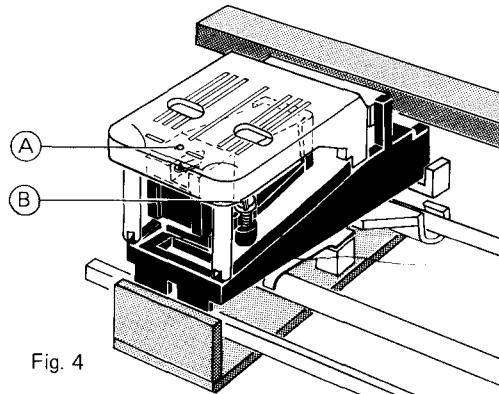

Fig. 4
- Einstellehre auf Tonarm aufstecken (Fig. 4)
- Tonabnehmer so justieren, dass die Nadelspitze genau im Zentrum des kleinen Loches (A) auf der Einstellehre erscheint und der Tonabnehmer parallel zu den roten Linien verläuft
- Die beiden Befestigungsschrauben (B) festdrehen
- Snap alignment gauge into place (fig. 4)
- Position the cartridge so that the stylus appears exactly centered in the small hole (A) of the alignment gauge while adjusting the cartridge body parallel to the red lines
- Now tighten the two mounting screws (B), taking care not to shift the cartridge
- Placez le gabarit sur le bras de lecture (fig. 4)
- Ajustez le phonocapteur de façon à ce qu'il soit parallèle aux lignes rouges et que sa pointe de lecture apparaisse exactement au centre du trou (A)
- Serrez les deux vis de fixation (B)